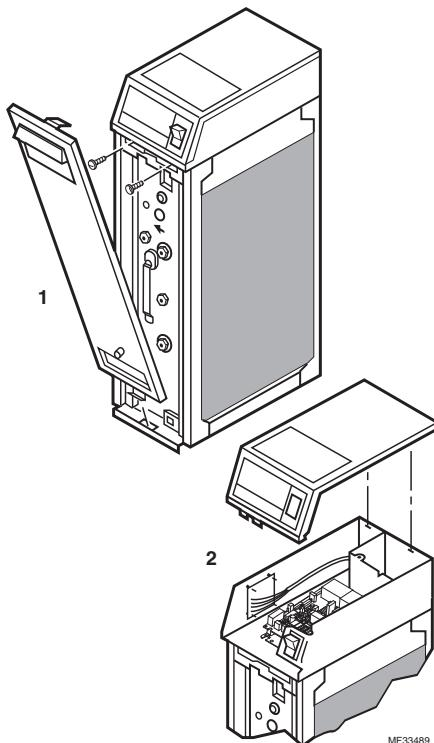
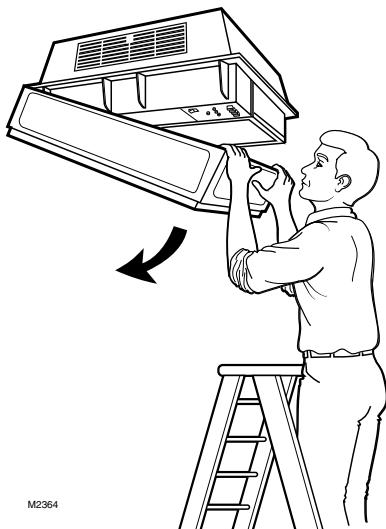

Fig. 1. Emplacement du bloc d'alimentation sur les épurateurs d'air à deux cellules F50E.
Fig. 5. Ouverture du couvercle de F90A.
- Ouvrir la porte ou la grille d'accès. Voir les Fig. 1 à Fig. 5.
- Ouvrir le couvercle en tirant les deux loquets situés sur l'avant du couvercle et en basculant le couvercle vers le bas jusqu'en butée (voir Fig. 5).